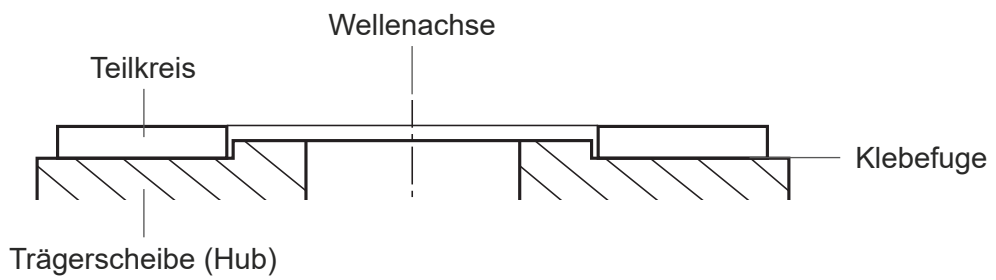

Abbildung 24
Um Verformungen des Teilkreises durch äußerlich einwirkende Kräfte weitgehend zu vermeiden, empfiehlt es sich diese auf eine Trägerscheibe (Hub) durch Klebung zu fixieren (siehe Abbildung 24). Dies erleichtert zudem die Montage und Ausrichtung zur Welle.
- Halten Sie beim Reinigen der Teilkreisoberfläche die in Abbildung 24 vorgegebene Wischrichtung ein. Ein Wischen quer zu den aufgetragenen Inkrementen erhöht die Gefahr einer Beschädigung und kann zum Ausfall des Messsystems führen.